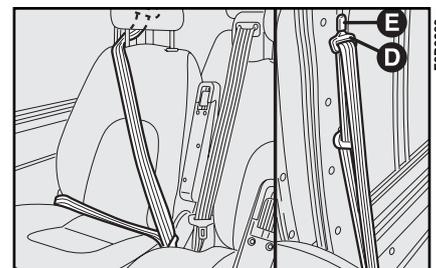

fig. 13
- **fig. 13** asiento lateral derecho de la primera fila